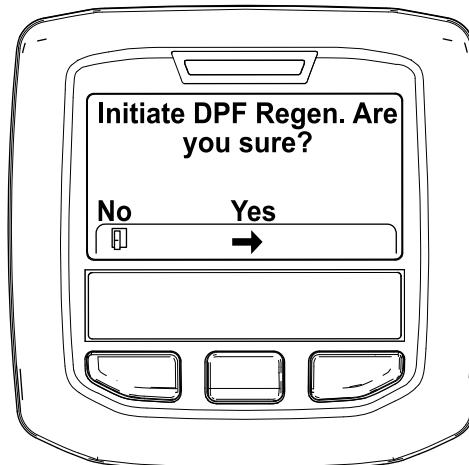

Bild 33
4. Wenn die Meldung „Initiate DPF Regen. Are you sure?“ angezeigt wird, drücken Sie die mittlere Taste (Bild 33).